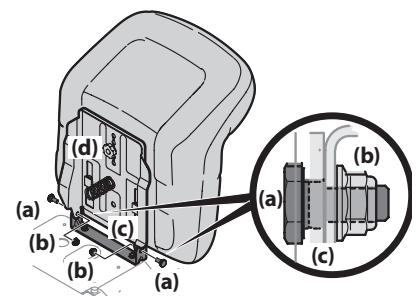

Figure 7
5. Positionnez le siège sur le support de montage en alignant les trous aménagés. Voir la Figure 7.
6. Fixez l'ensemble du siège avec les deux boulons à épaulement (a) et les contre-écrous (b) retirés précédemment. Voir la Figure 7.
NOTE : Assurez-vous que l'épaulement du boulon est entièrement encastré dans le support du siège avant de serrer le contre-écrou. Voir Figure 7.
7. Pour régler la position du siège, retirez le bouton de réglage (d) qui se trouve sous le siège. Faites glisser le siège vers l'avant ou vers l'arrière comme désiré. Resserrez le bouton de réglage. Voir Figure 7.